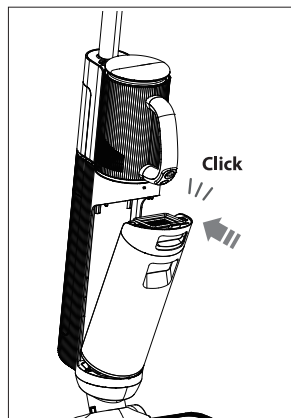

Fig. 11 – Insérer le réservoir d'eau
- ▶ Insérez le réservoir d'eau sale légèrement en biais dans l'évidement sur la face avant de l'appareil et appuyez sur le réservoir d'eau sale jusqu'à ce qu'il s'enclenche de manière audible et soit bien fixé (**voir Fig. 11**).